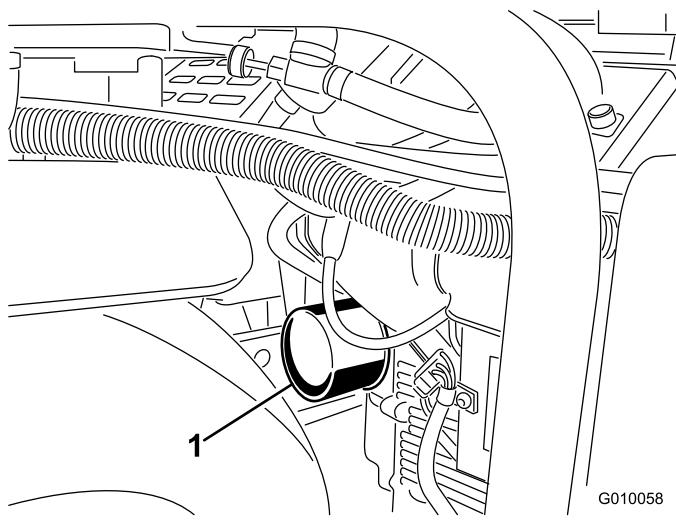
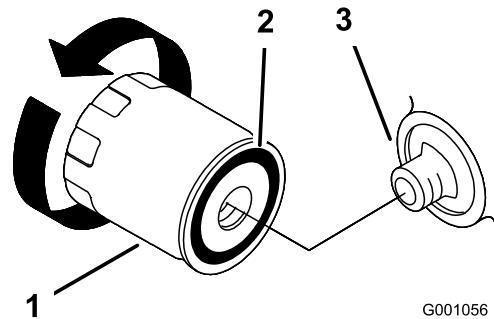

Figure 47
Figure 48
7. Enlevez le filtre à huile usagé (Figure 47 et Figure 48) et essuyez la surface du joint de l'adaptateur.
14. Faites l'appoint d'huile avec précaution pour faire monter le niveau jusqu'au repère du plein (F) sur la jauge.
6. Placez un bac de vidange peu profond ou un chiffon sous le filtre pour récupérer l'huile (Figure 47).